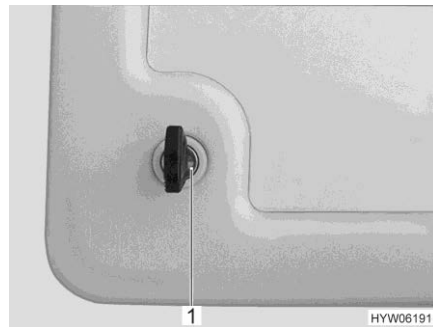
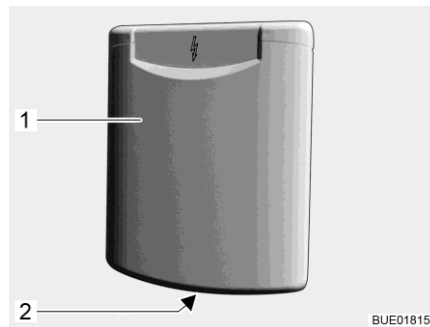

Bild 42 Trycklås servicelucka
Bild 43 Trycklås servicelucka (tillval)
- Stick in nyckeln i det låsbara trycklåsets (Bild 42,1 eller Bild 43,1) låscylinde och vrid ett kvarts varv. Trycklåset är låst.
- Tryck samtidigt på båda trycklåsets tryckknappar (Bild 43,2) med tumarna och öppna serviceluckan.
- Stick in nyckeln i det låsbara trycklåsets (Bild 42,1 eller Bild 43,1) låscylinder och vrid ett kvarts varv. Trycklåset är låst.